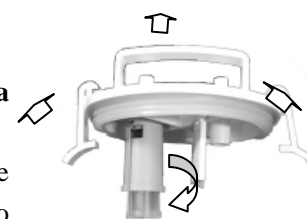

Fig.3 Tapa de la botella
2. **Desensamblaje del dispositivo de protección de sobre-flujo de la tapa de la botella** (ver Fig.3)